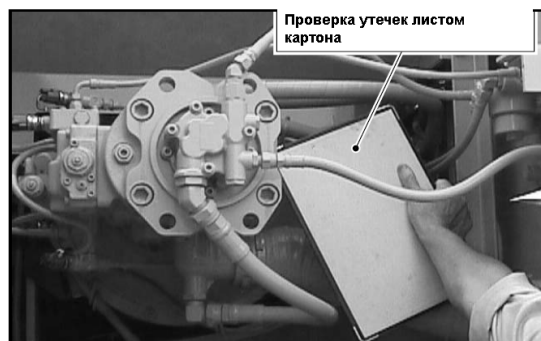

Рисунок 4.36
1. Проверьте наличие утечек масла по всей гидравлической системе. Проверка участков высокого давления производится с помощью листа картона (рисунок 4.36).